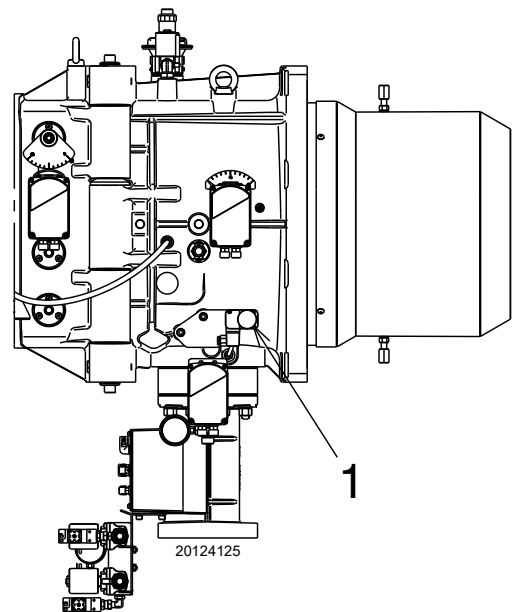

Abb. 25
Gasdruck, an der Entnahmestelle 1)(Abb. 25) gemessen mit:
Strömungsverlust Gasdrossel 2)(Abb. 25) bei maximaler Öffnung: 90° leicht in Richtung Ölstantrieb.
- Ziehen Sie vom Gasdruck am Anschluss 1)(Abb. 25) den Druck in der Brennkammer ab.
Um stattdessen den an der Entnahmestelle 1) notwendigen Gasdruck zu ermitteln (Abb. 25), nachdem die höchste Modulationsleistung festgelegt wurde, bei der der Brenner arbeiten soll:
- Lesen Sie rechts, in Spalte 1, den Druck an der Entnahmestelle 1)(Abb. 25) ab.
An der Entnahmestelle 1)(Abb. 25) erforderlicher Druck.